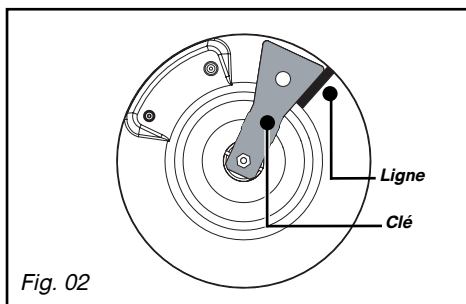

Fig. 02
– **Raccordement avec un tuyau flexible** caoutchouc renforcé **à embouts mécaniques** vissables (conforme à la norme XP D 36-112) dont la durée de vie est de 10 ans (Fig. 02).
- Tracez une ligne sur la plaque d'âtre à l'aide d'un crayon à l'endroit indiqué (Fig. 02).